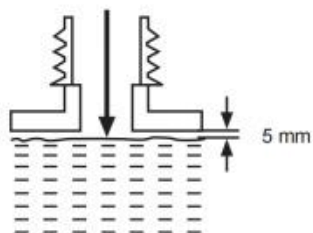

Fig. 17
- 3) Nie przepelniać i pozostawić ok. 5 mm odstępu od dolnej krawędzi do pozwolić, aby smar rozszerzył się (Rys. 17).